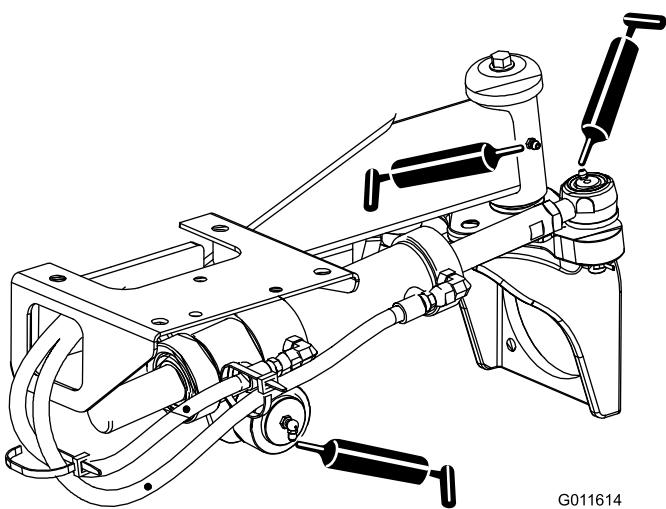

Figura 52
- Articulaciones esféricas del cilindro de dirección (2) y eje trasero (1)—Figura 52